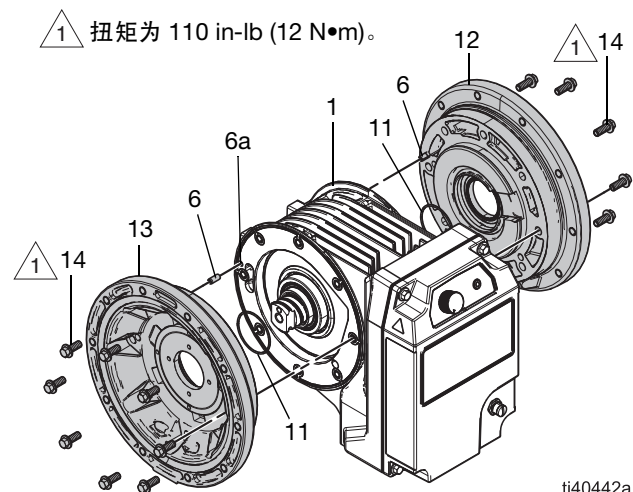

图 18：中心部分，负载侧
4. 将密封件 (47) 安装到轮毂 (8) 上。
5. 将另一个密封件 (11) 组装到轮毂 (8) 上。
6. 将预紧螺母和轮毂 (9, 8) 安装到负载侧盖 (13) 上：
- a. 在轮毂 (8) 的螺纹上涂抹防卡剂。
- b. 将预紧轮毂 (8) 拧到负载侧定子盖 (13) 上。确保预紧轮毂 (8) 的唇缘朝向转子 (7) 的中心。
- c. 旋转轮毂 (8)，直到密封件 (47) 接触盖 (13) 的孔。
- d. 将负载侧定子盖 (13) 安装到定子外壳 (1) 上。首先，将密封件 (11) 安装到定子盖 (13) 中。参考图 18。
- e. 将定子盖 (13) 中的销 (6) 与定子外壳 (1) 上的销孔 (6a) 对齐，然后轻轻插入定子盖 (13)。确保定子帽正确安装到位。参考图 18。
- f. 将紧固件 (14) 安装到定子盖 (13) 中。扭矩：110 in-lb (12 N•m)。请参考第 15 页的**扭矩说明**。
- g. 将预紧轮毂安装工具插入预紧轮毂 (8)。
- h. 在预紧轮毂安装工具上使用适用的扳手以 20 ft-lb (27 N•m) 的扭力拧紧预紧轮毂 (8)。